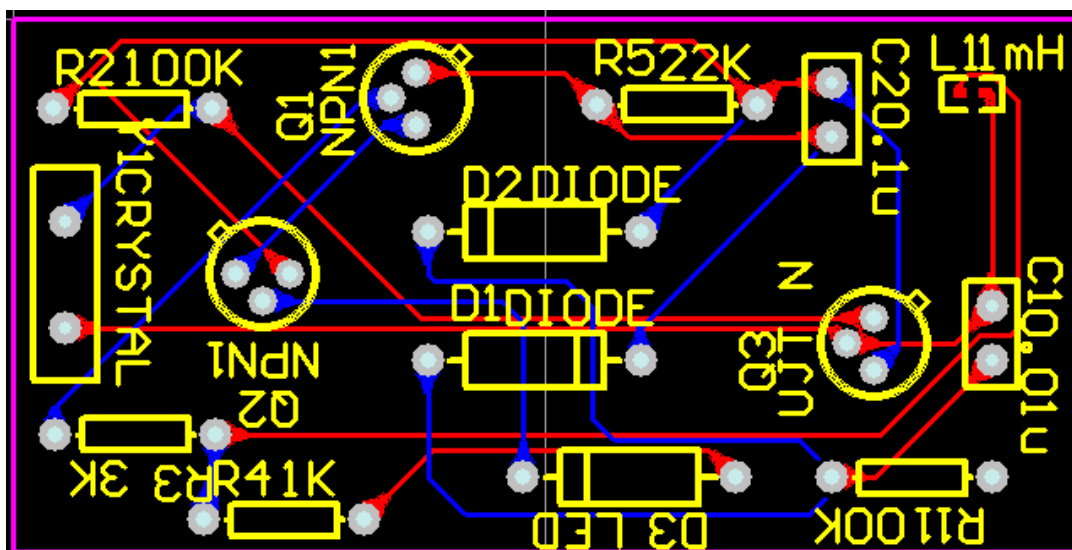

图 9-10 PCB 最终效果
- 6、在布完线后，如果线相对于焊盘来说比较细，这可以选择“滴泪”的方式过渡一下，对 PCB 进行一定的优化。选择【Tools】/【Teardrops】命令，一般默认为针对于所有元件与过孔进行滴泪，效果如图 9-10 所示。